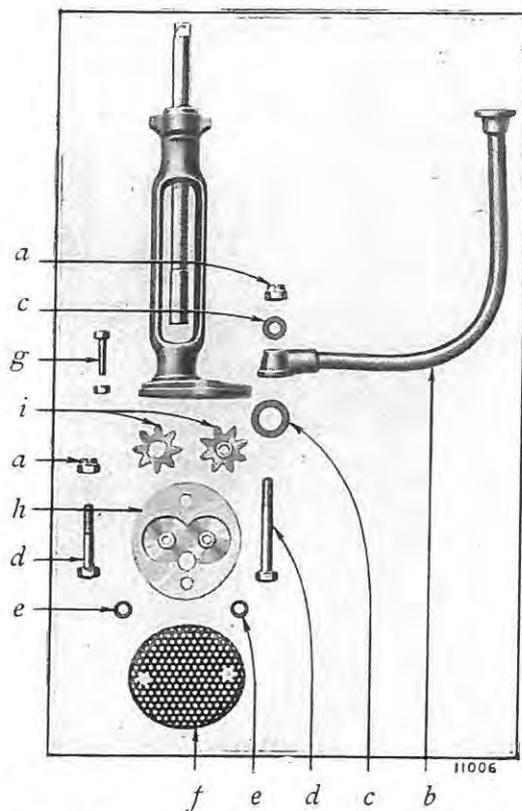

Fig. 28. — La pompe à huile démontée.
1. Remonter la pompe à huile (Fig. 28).